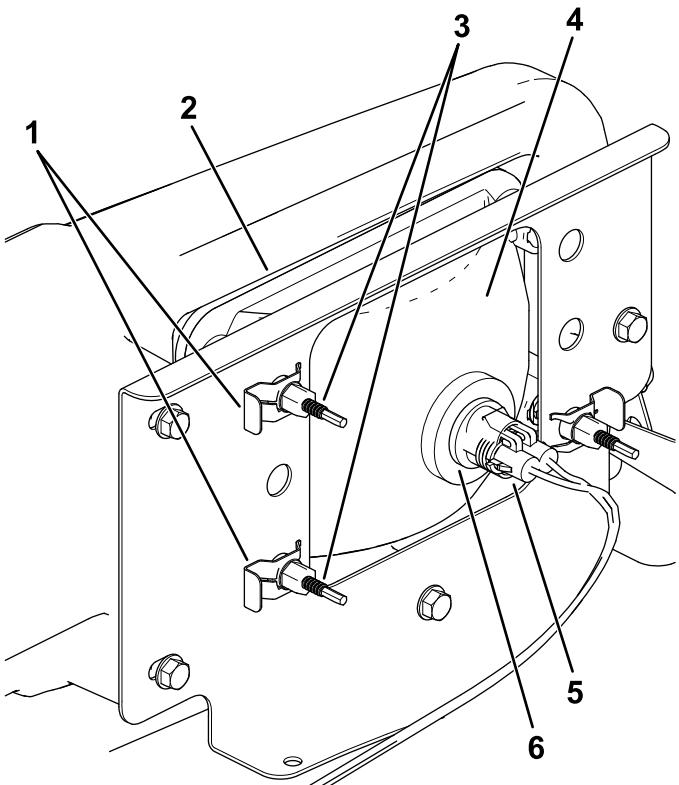

Рисунок 51
- Снимите скобы под саморез, которые крепят фару к кронштейну фары (Рисунок 51).
- Отсоедините электрический соединитель жгута проводов от соединителя лампы в сборе (Рисунок 51).
- Снимите фару в сборе, подавая ее вперед сквозь отверстие в переднем бампере (Рисунок 51).
- Вставьте новую лампу через отверстие в бампере (Рисунок 51).
- Подсоедините электрический соединитель жгута к соединителю лампы в сборе (Рисунок 51).
5. В задней части узла передней фары поверните регулировочные винты (Рисунок 51), чтобы повернуть фару и изменить положение луча.